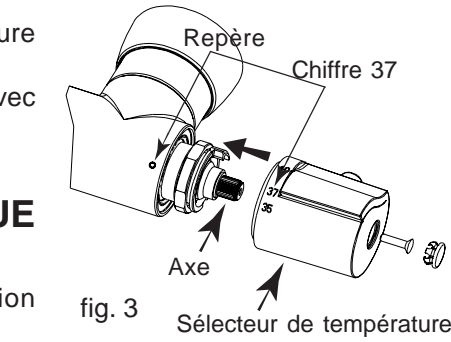

fig. 3
- Remonter le sélecteur de température (sans tourner l'axe) en alignant le chiffre 37 avec le repère (voir fig. 3), fixer l'ensemble à l'aide de la vis.